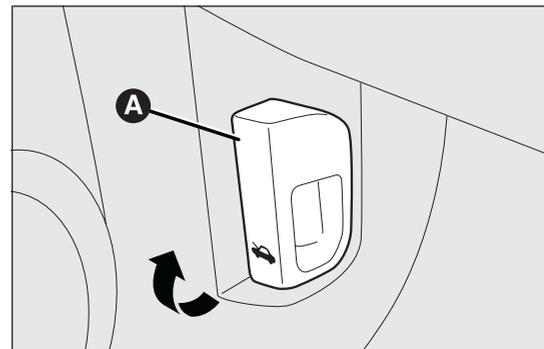

fig. 83
- tirare la leva A fig. 83 nel senso indicato dalla freccia;